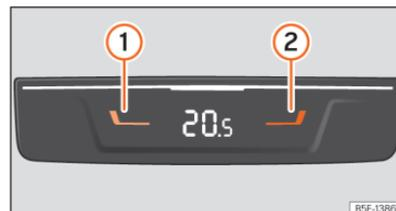

Abb. 113 In der Mittelkonsole hinten: Bedienelemente für die Mitfahrer auf den hinteren Sitzen.
- Drücken Sie die Tasten ① und ②
- »» (Abb. 113), um die Temperatur für die hinteren Sitzplätze einzustellen.